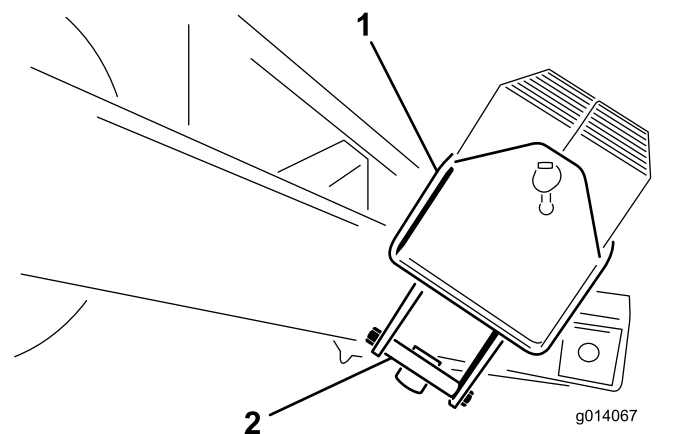

Рисунок 5
2. Удалите болты ($\frac{1}{2}$ x $5\frac{1}{2}$ дюйма) с монтажного кронштейна, удерживающего ящик для грузов. Удалите в отходы монтажные кронштейны (**Рисунок 5**).